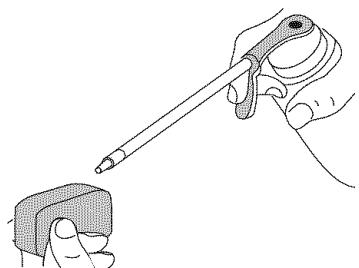

Fig. 21
4. Aplique suficiente cantidad de aceite de motor SAE 30 limpia para revestir ligeramente el filtro (Fig. 21).